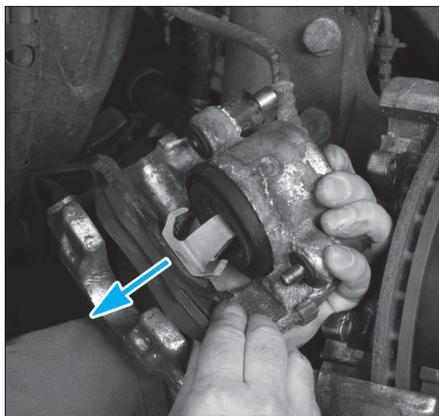

Fig. 9
- Déposer la plaquette intérieure (côté piston) (Fig.9).